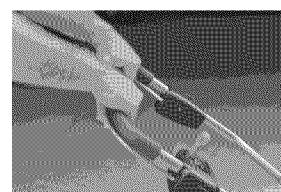

Figure 26 - Relevez la poignée de sécurité
3. Continuez d'appuyer sur la clé dans la rainure tout en relevant la poignée de sécurité (voir la Figure 26). Le moteur démarra et la lame se mettra à tourner. Une fois la tondeuse démarrée, vous pouvez relâcher la clé de sécurité.